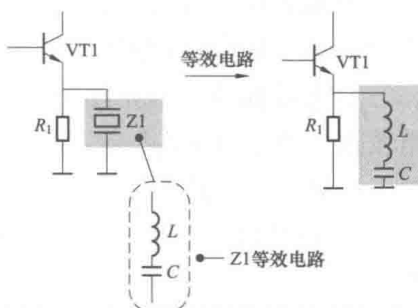

图 1-12 双端陶瓷滤波器的等效电路示意图
(2) 元器件等效电路方法。利用等效电路图进行电路分析的情况有很多。如图 1-12 所示的是常见的双端陶瓷滤波器的等效电路。